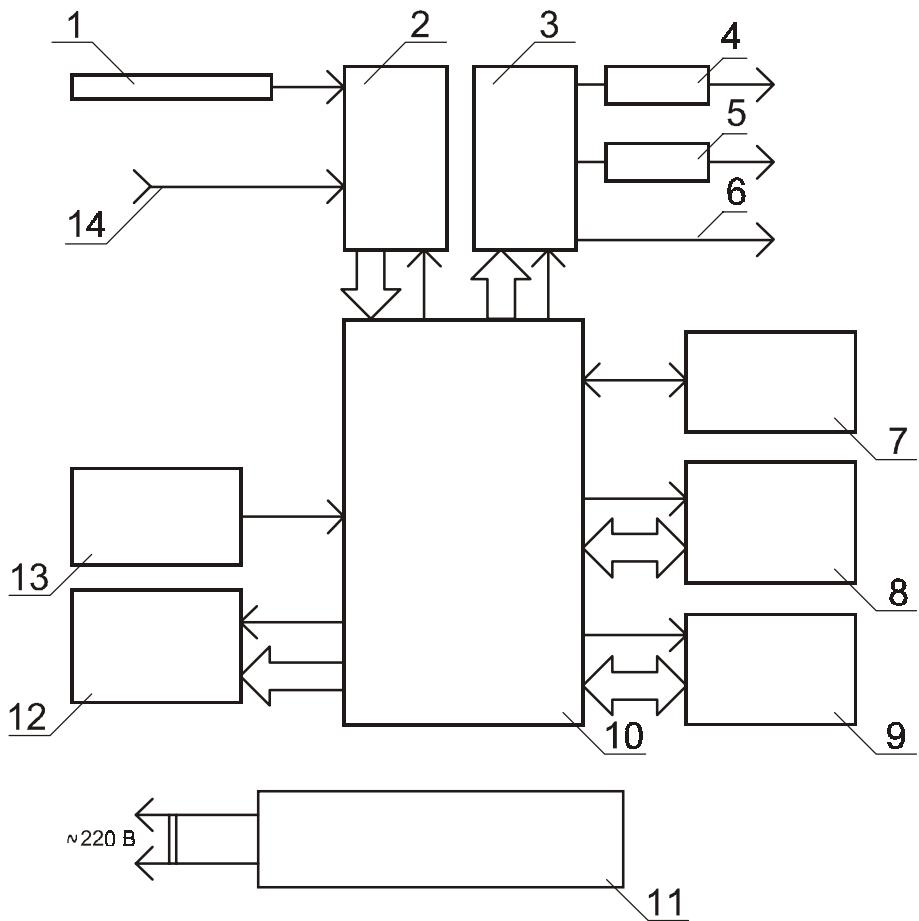

Рис. 5. Прибор МУЛЬТИТЕСТ ИПЛ-111-1. Схема функциональная.
3.2.2. Функциональная схема прибора приведена на рис. 5.